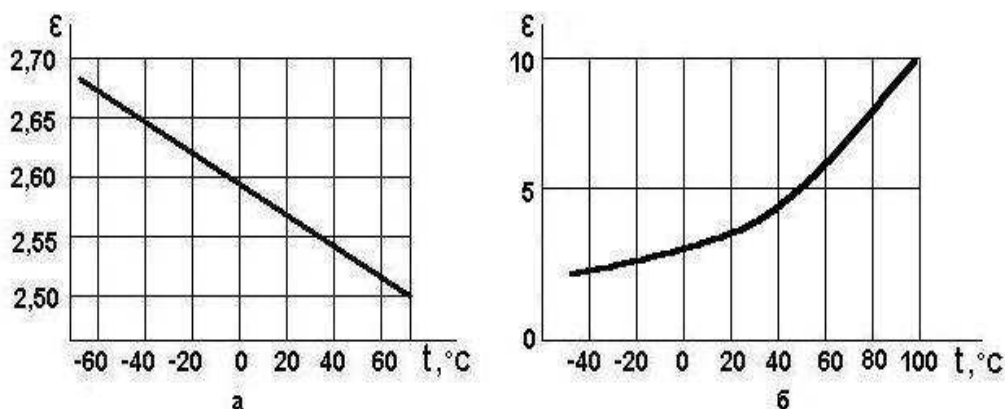

Рис.1. Зависимость диэлектрической проницаемости от температуры:
10. Определите методом графического дифференцирования значения температурного коэффициента ТК диэлектрической проницаемости полистирола при температурах $-60\text{ }^{\circ}\text{C}$ и $+60\text{ }^{\circ}\text{C}$, воспользовавшись приведенным на рис. 1, а графиком зависимости диэлектрической проницаемости полистирола от температуры.
11. Определите методом графического дифференцирования значения температурного коэффициента ТК диэлектрической проницаемости полихлорвинила при температурах $-60\text{ }^{\circ}\text{C}$ и $+60\text{ }^{\circ}\text{C}$, воспользовавшись приведенным на рис. 1, б графиком зависимости диэлектрической проницаемости полихлорвинила от температуры.
17. Двухслойный диэлектрик работает под переменным напряжением 1 кВ. Слои имеют толщину 2 и 4 мм и соответственно состоят из полистирола и полихлорвинила. Определите напряжение на обоих слоях и значения напряженности поля в них для двух случаев, когда температура равна -20 и $+50$ °С. Значения диэлектрической проницаемости полистирола и полихлорвинила при заданных температурах возьмите по рис. 1 и 2.